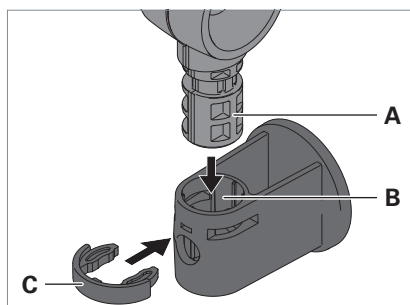

Fig. 6: Monter le luminaire sur l'adaptateur.
- ▶ Introduisez le tourillon **A** situé sur la tige du luminaire dans l'orifice **B** de l'adaptateur, voir Fig. 6.